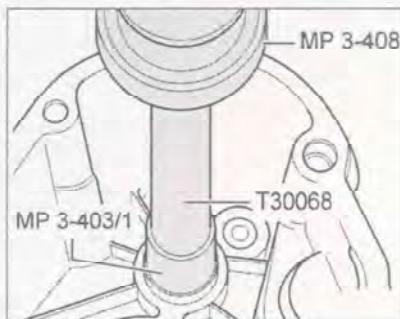

Рис. 7.235. Установка роликоподшипника вторичного вала.
21. Запрессуйте роликоподшипник вторичного вала с помощью специального инструмента (рис. 7.235).